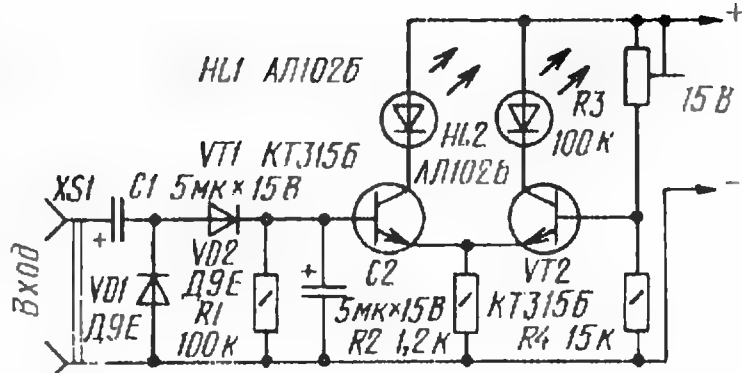

Рис. 2
**Калибратор амплитуды** — так можно назвать индикатор, схема которого приведена на рис. 2. На разъем XS1 подают переменное напряжение, за амплитудой которого нужно следить и поддерживать ее на определенном уровне — его задают образцовым напряжением (от 0,5 до 5 В), устанавливаемым на базе транзистора VT2 подстроечным резистором R3. Пока амплитуда входного сигнала сравнима с заданным значением, яркость светодиодов одинакова. При отклонениях амплитуды в ту или иную сторону